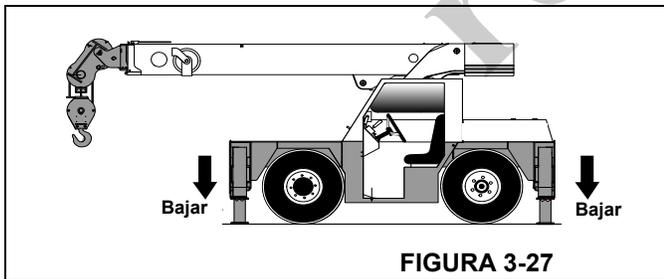

FIGURA 3-27
4. Oprima la parte superior del interruptor de extensión/retracción (2).
5. Presione el pedal acelerador para aumentar la velocidad del motor, lo cual acelerará el movimiento hacia abajo de los gatos (Figura 3-27). Suelte el pedal acelerador y el interruptor cuando los gatos estén completamente extendidos.